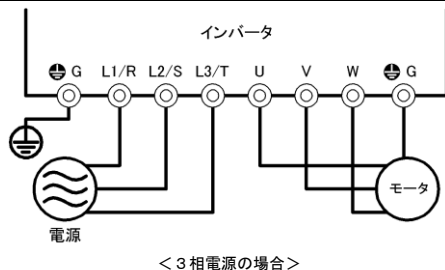

図 4.1 主回路端子の接続図
- (1) 主電源入力端子 (L1/R, L2/S, L3/T または L1/L, L2/N), インバータ出力端子 (U, V, W) およびインバータ接地端子 (⊕G) は正しく接続されていますか。(図 4.1 参照)